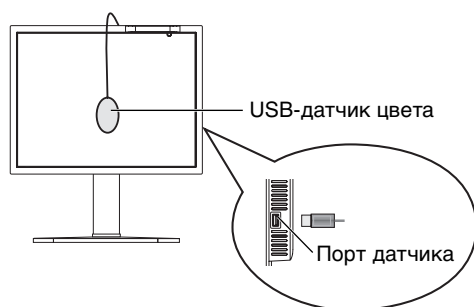

Рисунок S.1
1. Для того, чтобы показать меню CALIBRATION, вставьте USB-датчика цвета в порт датчика (**Рисунок S.1**)*¹ или выберите в расширенном меню опцию STAND ALONE CALIBRATION (стр. 27).
4. Для выполнения данной процедуры необходимо поместить USB-датчик цвета в центр панели дисплея (**Рис. S.3**). Наклоните панель дисплея примерно на 5° назад и поместите USB-датчик цвета в центр панели дисплея (**Рис. S.1**).